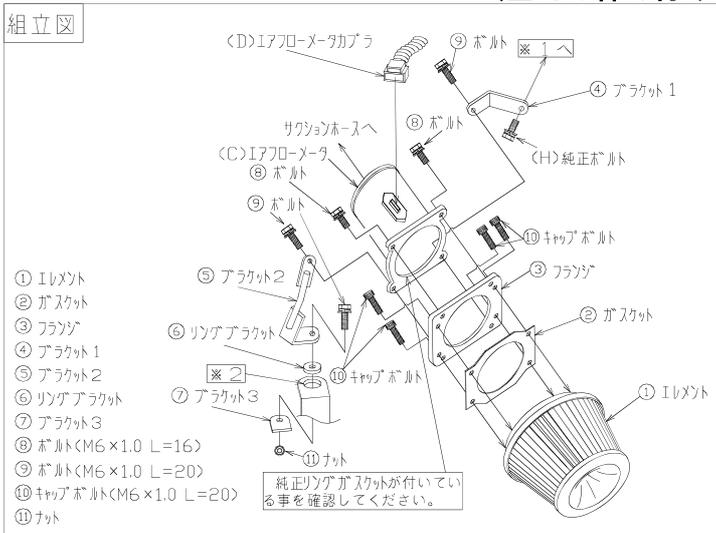

図2
2. (H)純正ボルト、(I)グロメット(ゴムブッシュ)を取外してください。(H)純正ボルトは再使用します。
3. 下図2～3を参照してPOWER INTAKEを組立ててください。この時、各ボルト・ナットは仮締の状態にしておいてください。